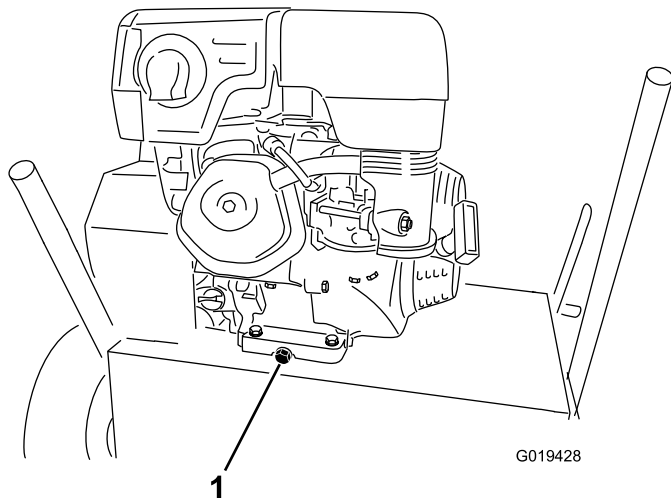

Figure 16
4. Enlevez le bouchon de vidange (Figure 16).